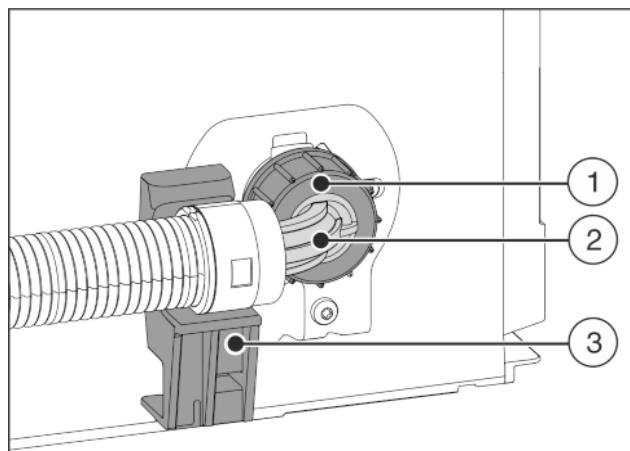

Fig. 22
- ▶ Pozicionirajte savijen završetak crijeva Fig. 22 (2) vodoravno na držač Fig. 22 (3) i držite ga.
- ▶ Maticu Fig. 22 (1) rukom zavrnite na navoj tako da je osiguran čvrst, siguran spoj.